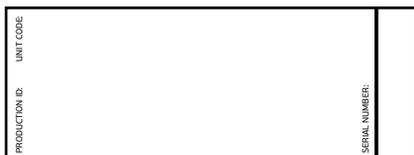

Рис. 1
**Гарантийный срок действителен для изделий, произведенных начиная с 01.01.2015 и имеющих ID установленной формы (см. рис. 1):**